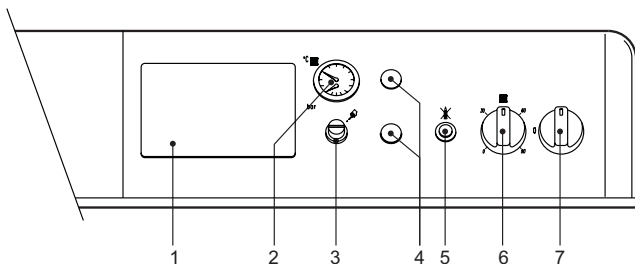

рис. 1 - Панель управления
Повернув рукоятку 6 на рис. 1 по часовой стрелке, температура воды в системе отопления повышается и наоборот. Температуру воды в системе отопления можно регулировать в пределах от 30° до 90°. Однако не рекомендуется эксплуатировать котел при температуре ниже 45°.
Задать с помощью термостата температуры воздуха в помещении нужную температуру внутри помещения. При поступлении команды от комнатного термостата котел выключается, обеспечивая нагревание воды в системе отопления до температуры, заданной регулирующим термостатом 6 di рис. 1. При достижении в помещении желаемой температуры котел выключается.
- Переведите выключатель котла "7" в положение 1 (рис. 1).